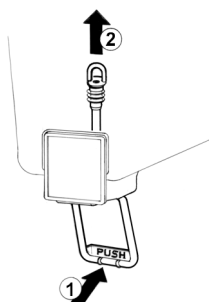

Bild 2
- 4 **Ausschlauchventil:** den Betätigungshebel des Hahns drücken (1) und den Gummischlauch aus der Auslauföffnung des Behälters lösen (2) (Bild 2).